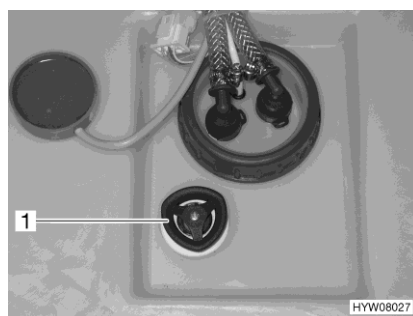

Fig. 152 Maniglia girevole (serbatoio dell'acqua)
- Sul serbatoio dell'acqua, ruotare la maniglia girevole (Fig. 152,1) in senso orario fino all'arresto.
- Sul serbatoio dell'acqua, ruotare la maniglia girevole (Fig. 152,1) di 3/4-di giro in senso antiorario. L'acqua fuoriesce fino a ca. 20 litri.
- Sul serbatoio dell'acqua ruotare la maniglia girevole (Fig. 152,1) in senso antiorario, oltre la resistenza verso l'esterno fino all'arresto, per aprire completamente l'apertura di scarico.